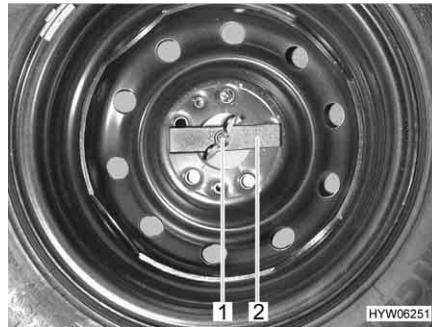

Fig. 131 Ruota di scorta nel gavone di coda
- Svitare manualmente il dado ad alette (Fig. 131,1) e rimuoverlo.
- Rimuovere la barretta di compressione (Fig. 131,2).